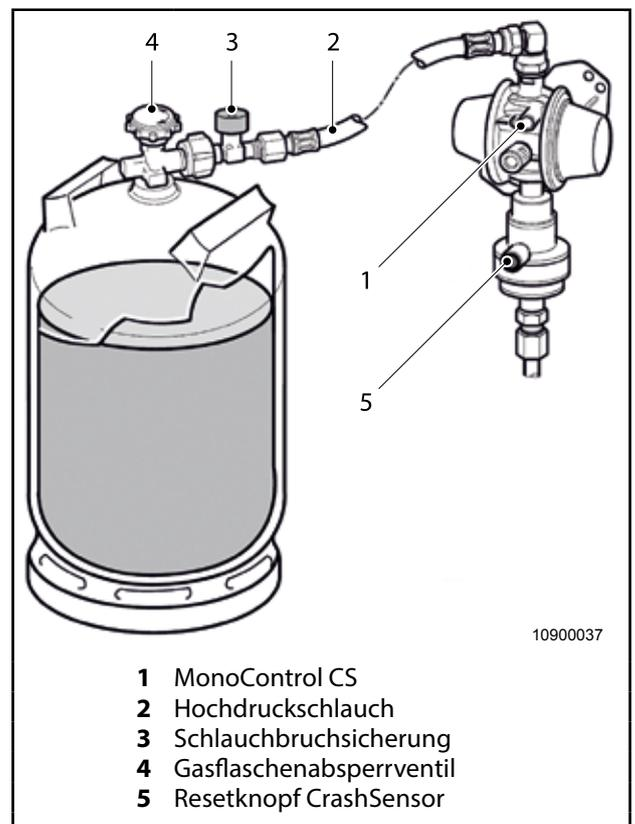

Abb. 35 Truma MonoControl CS
Für den Anschluss der Gasflasche an die Truma MonoControl CS (Abb. 35, Pos. 1) ist ein Hochdruckschlauch (Abb. 35, Pos. 2) mit Schlauchbruchsicherung (Abb. 35, Pos. 3) zwingend erforderlich.
1. Gasflaschenabsperrentil (Abb. 35, Pos. 4) öffnen.
2. Grüne Taste Schlauchbruchsicherung (Abb. 35, Pos. 3) kräftig drücken.
3. Ggf. – z. B. nach Neueinbau oder versehentlichem Gegenschlagen der Gasflasche an die MonoControl CS – zur Rücksetzung des CrashSensor-Auslöseelements den grünen Resetknopf (Abb. 35, Pos. 5) drücken.
1. Gasflaschenabsperrentil (Abb. 35, Pos. 4) der leeren Gasflasche schließen.
2. Hochdruckschlauch (Abb. 35, Pos. 2) von der Gasflasche abschrauben. Falls vorhanden, Aufsteckadapter abnehmen.
4. Hochdruckschlauch (Abb. 35, Pos. 2) an die Gasflasche anschrauben. Falls vorhanden, Aufsteckadapter aufstecken.
5. Gasflaschenabsperrentil (Abb. 35, Pos. 4) der vollen Gasflasche öffnen.
6. Grüne Taste Schlauchbruchsicherung (Abb. 35, Pos. 3) kräftig drücken.